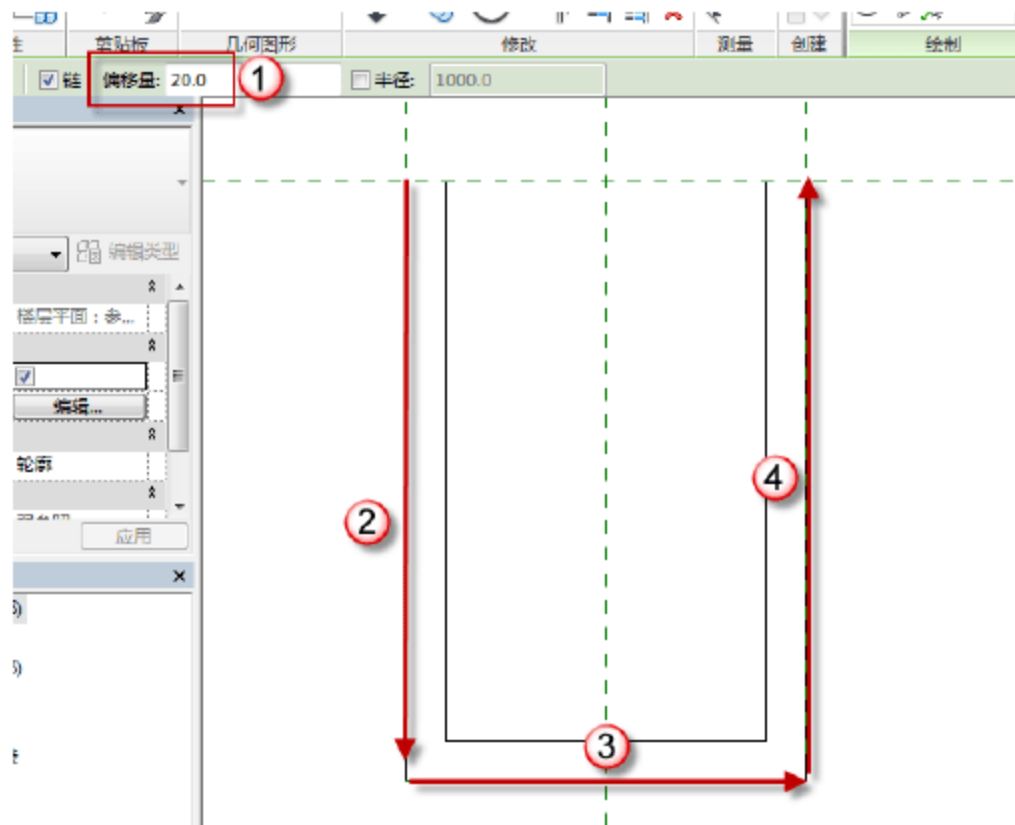

图 9.2.64 绘制直线
- (21) 绘制直线。在“偏移量”后输入“20”，然后绘制直线，如图 9.2.64 所示。